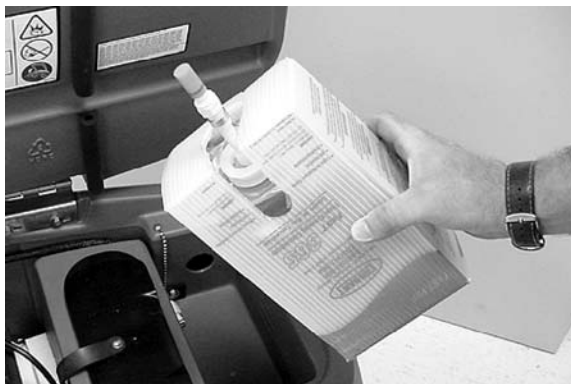

FIG. 10
1. Retirez l'éjecteur perforé du carton de concentré FaST-PAK. N'enlevez pas le sac du carton. Tirez le raccord de tuyau au travers de l'éjecteur et retirez le bouchon orange (Figure 10).